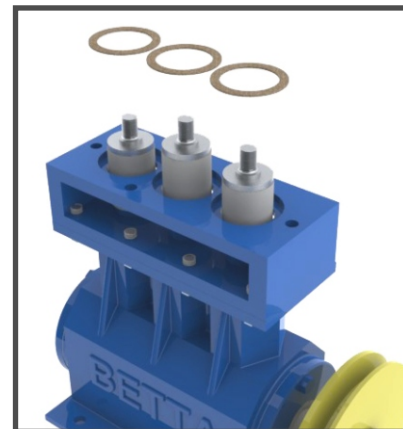

Fig. 39
**1- Montar as juntas no carter da bomba. (Fig. 39)**